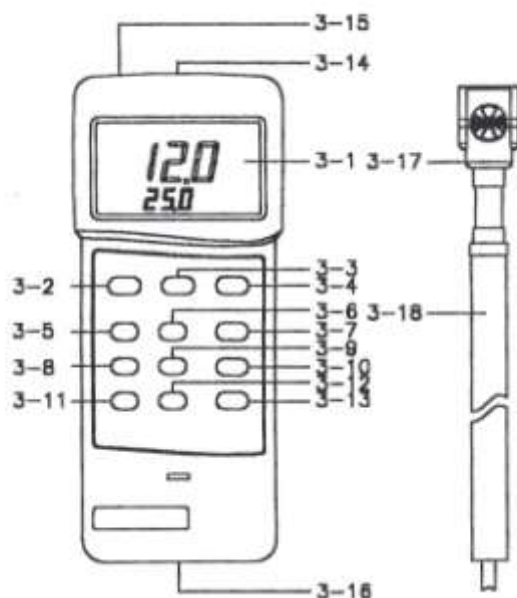

Fig. 1
- 1) Instale el conector de la sonda en la terminal de entrada de la sonda (3-14, Fig.1).
- 2) Encienda el medidor presionando el botón Encendido/Apagado (3-2, Fig.1).
- 3) Seleccione el modo de medición de velocidad presionando el botón VEL/FLUJO (3-7, Fig.1).
- 4) Seleccione la unidad de medición que desea usar, presionando el botón de conversión °C/°F (3-4, Fig.1).
- 5) Seleccione la unidad de medición que desea usar para medir la velocidad, (mph, ft/min, knot, Km/h, m/s) Presionando el botón de unidad/▼ (3-6, Fig.1).
Durante el proceso de medición, presione el botón de retención de datos (3-3, Fig.1) para retener el valor de su medición en la pantalla, esta indicara el símbolo "HOLD" en el lado izquierdo. **Presione el botón de retención de datos de nuevo para desactivar esta función.*
**Presione el botón de MAX/MIN (3-5, Fig.1) una vez después de estar en el modo de retención de datos. El símbolo de REC aparecerá en la pantalla. Al mismo tiempo el medidor guardara el valor recibido por la sonda. *Presione de nuevo, el símbolo de MAX aparecerá en el lado izquierdo debajo de la pantalla y el valor máximo guardado aparecerá en la pantalla al mismo tiempo. *Presione de nuevo el símbolo de MIN, aparecerá en el lado izquierdo debajo de la pantalla y el valor máximo guardado aparecerá en la pantalla al mismo tiempo. *Presione el botón de MAX/MIN por 3 segundos para salir del modo de registro de datos.*
- 1) Instale el enchufe de sonda dentro de la terminal de entrada de la sonda (3-14, Fig.1).
- 4) Seleccione la unidad de medición que desea usar para medir la velocidad, (CMM p CFM) Presionando el botón de unidad/▼ (3-6, Fig.1).
- 5) Presione el botón de selección de área (3-13, Fig 1) para seleccionar el tamaño del área de medición (m², ft²) El ajustes de área más exacto es el valor de flujo de aire mas exacto moderado. Cuando presione el botón, el símbolo  y el primer dígito intermitente aparecerán. Ahora puede continuar con el procedimiento de seleccionar el área.
6) Use los cuatro botones para el procedimiento de selección de área, ▲ , UNIT/▼ , ► y MAX/MIN. (Por favor refiérase a la Fig. 1).
Durante el proceso de medición, presione el botón de retención de datos (3-3 Fig. 1), cuando congele el valor de la medición aparecerá el símbolo "HOLD" en la pantalla del lado izquierdo. *Presione el botón de retención de datos nuevamente para terminar esta función.
El instrumento cuenta con una terminal de 3.5 mm para la interfase RS323 (3-15, Fig 1).
2) Quite la cubierta de las baterías (3-16, Fig.1) para remover las baterías.